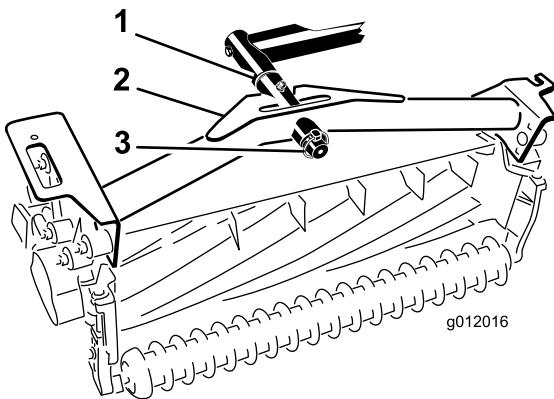

Bild 20
2. Schieben Sie den Trägerrahmen des Mähwerks auf die Gelenkstange und befestigen sie mit einem Klappstecker (Bild 20).